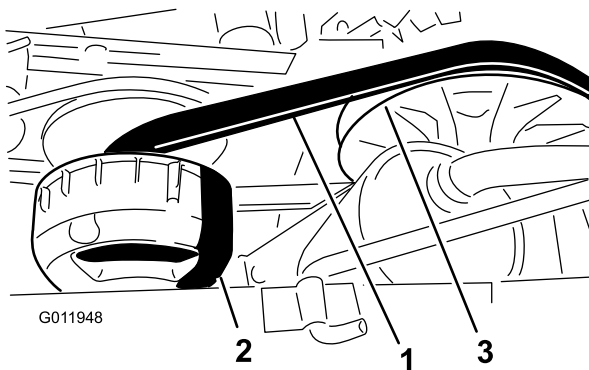

Figura 72
4. Haga girar la correa e inspecciónela (Figura 72) para asegurarse de que no está excesivamente desgastada o dañada.
5. Coloque la correa nueva sobre el embrague primario (Figura 72).
6. Haga girar la correa y llévela sobre el embrague secundario (Figura 72).
3. Haga girar la correa y llévela sobre el embrague secundario (Figura 72).
4. Retire la correa del embrague primario (Figura 72).